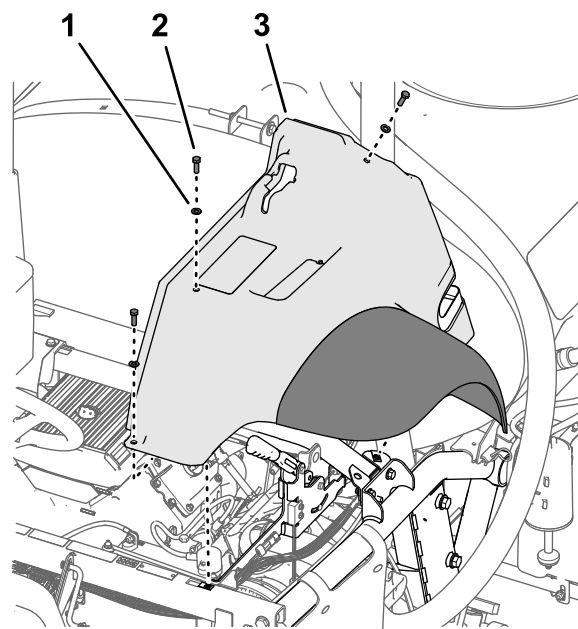

Рисунок 219
4. Установите, не затягивая, крыло на раму (Рисунок 219) при помощи трех болтов (5/16 x 1 дюйм) и трех шайб (5/16 дюйма), снятых при выполнении пункта 2 раздела Демонтаж левого и правого передних крыльев (страница 13).